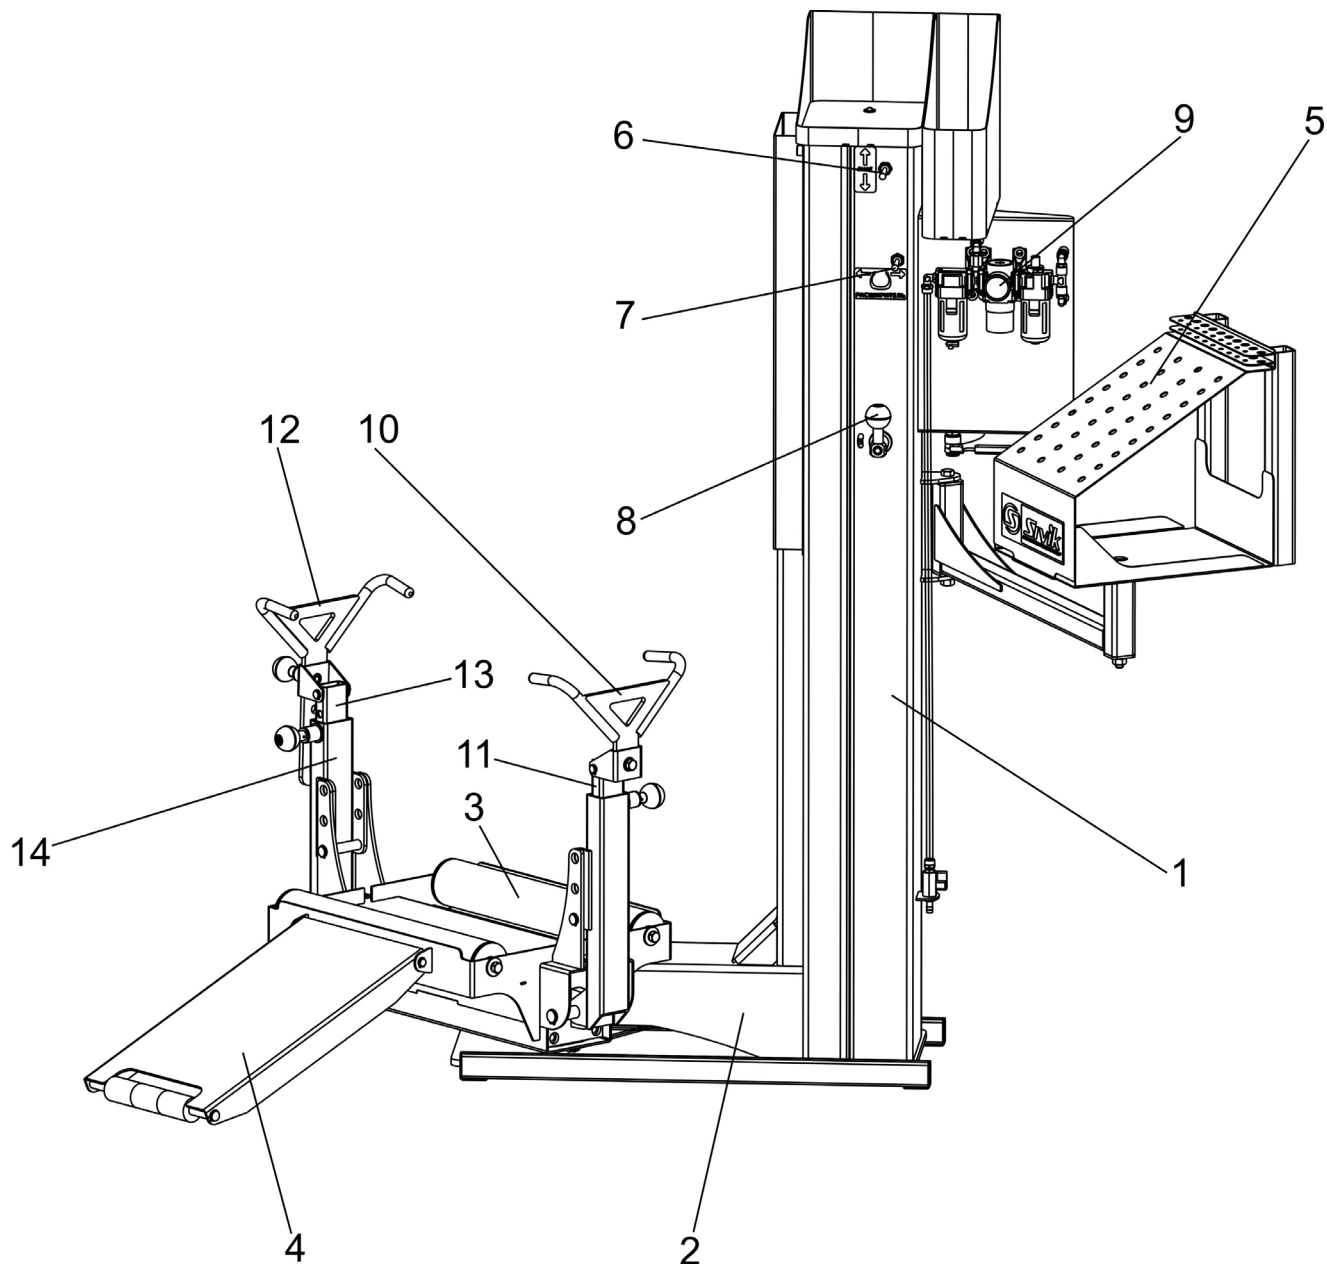

Рисунок 5.1
Закатить шину по трапу (4) на ролики (3) (Рисунок 5.1).